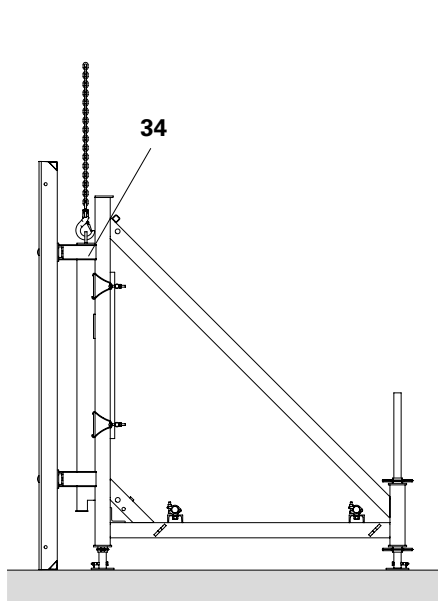

Fig. C2.03
Agganciare sempre al montante SB-1, 2 (34). (Fig. C2.03)